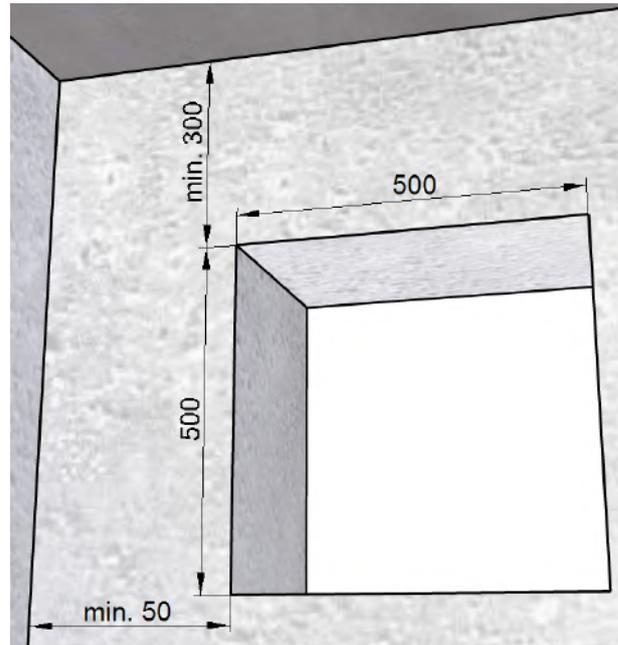

Abb. 9: Mauerdurchbruch für Montageset **mit** Füllstück, Maße in Millimeter
- Mauerdurchbruch in voller Breite (siehe Abb. 9 auf Seite 14) für Montageset **mit** Füllstück M-WRG-M/Fü
- Mauerdurchbruch in voller Breite (siehe Abb. 9) für Montageset **mit** Füllstück M-WRG-M/Fü